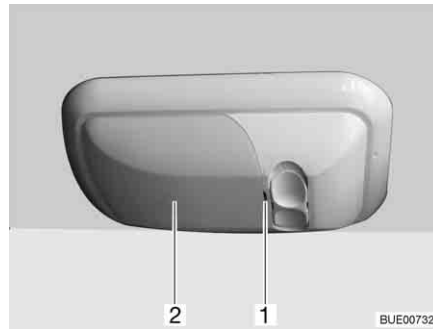

Bild 273 Lastlampa
- Bänd försiktigt loss kåpan (Bild 273,2) vid skåran (Bild 273,1) med hjälp av ett lämpligt verktyg (t. ex. skruvmejsel) och tag bort den.